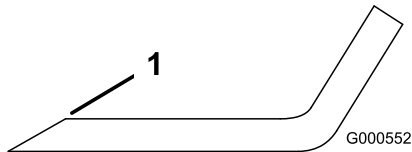

Figura 101
1. Utilice una lima para afilar el filo de corte en ambos extremos de la cuchilla (Figura 101).
Nota: Si la cuchilla no está equilibrada, rebaje algo del metal en la parte de la vela solamente con una lima (Figura 101).